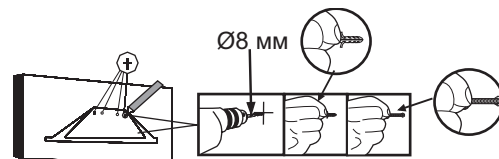

Рис. 1
1. Подготовьте место для установки вытяжки на стене, сделайте разметку с помощью шаблона, который входит в комплект поставки. Согласно разметки, подготовьте в стене 4 отверстия диаметром 8 мм. (Рис. 1)